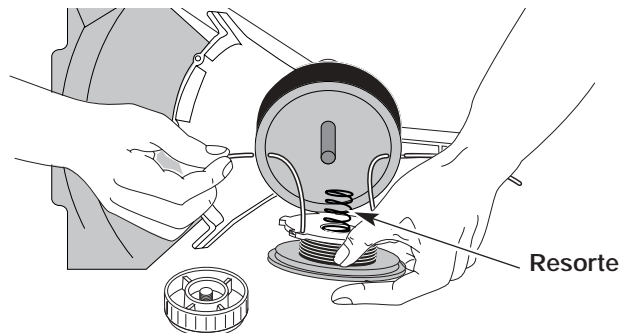

Fig. 32
13. Inserte los extremos de la línea a través de los ojillos de la bobina exterior y coloque el carrete interior con el resorte dentro de la bobina exterior (Fig. 32). Empuje el carrete interior y la bobina exterior entre sí. Mientras sostiene el carrete interior y la bobina exterior, tome los extremos y tire con firmeza para soltar la línea de las ranuras de fijación de la bobina.
5. Inserte los extremos de la línea en los ojalillos de la bobina exterior (Fig. 32).